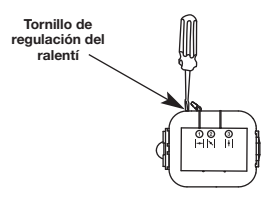

Fig. 20
El ralentí del motor es ajustable. Hay un tornillo de regulación del ralentí entre la tapa del filtro de aire y la tapa del motor (Fig. 20).
- Suelte el gatillo del regulador y deje que el motor se mantenga en ralentí. Si el motor se para, inserte un destornillador Phillips pequeño entre la tapa del filtro de aire y la tapa del motor (Fig. 20). Gire el tornillo del ralentí a la derecha dándole 1/8 de vuelta cada vez (según sea necesario) hasta que el motor se mantenga en ralentí sin inconvenientes.